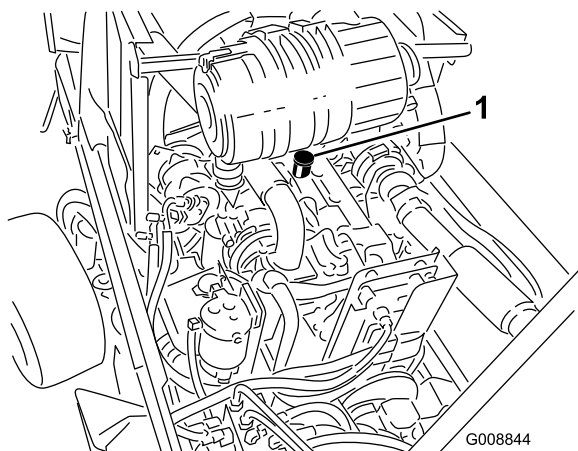

図 60
3. 不足している場合Low マークよりも下は、補給管についているキャップを取り、Full 位置までオイルを補給する 図 60。